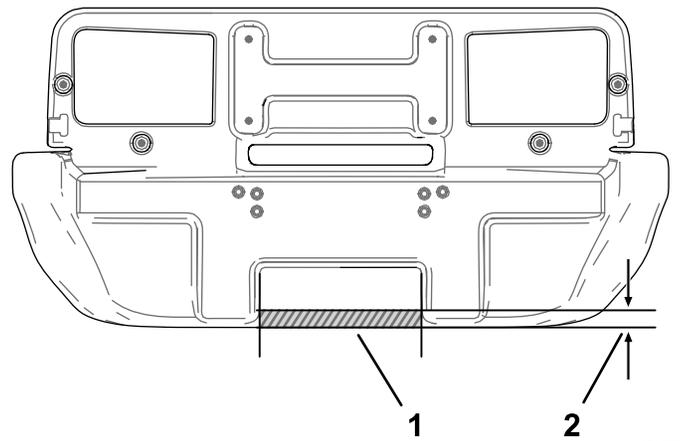

図 60
1. バンパーの裏側で、図 60 に示すように、バンパーの底部から 1" 上の中央の凹んだ領域にマークを付ける。